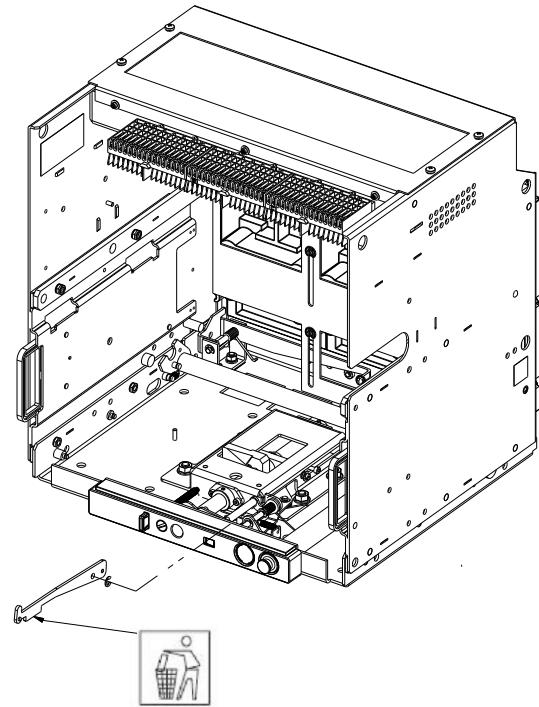

Fig. 29
- Smontare le parti mostrate nelle figure 29 e 30 dalla cassetta EGL Env2.
- Disassemble the parts shown in figure 29 and 30 from EGL Env2 cassette.
- Zerlegen Sie die in Abbildung 29 und 30 gezeigten Teile von der EGL Env2-Kassette.
- Démontez les pièces illustrées aux figures 29 et 30 de la cassette EGL Env2.